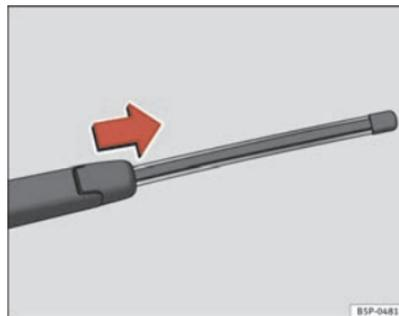

Fig. 183 Extraer la escobilla del limpiaventana
- Separe el brazo del limpiaventana de la luneta ⇒ página 250, fig. 183
- Deslice el adaptador de la escobilla en la dirección de la flecha y retire la escobilla ⇒ página 250, fig. 183.